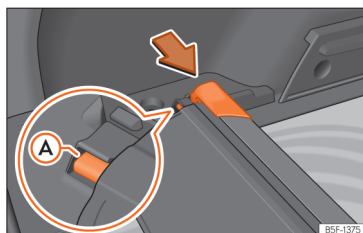

Рис. 187 Багажний відсік: зберігання шторки.
- Натисніть опору шторки в напрямку стрілки й зафіксуйте в кріпленні >>> **рис. 187**. Переконайтеся, що наконечник **А** увійшов у передбачений для нього паз.